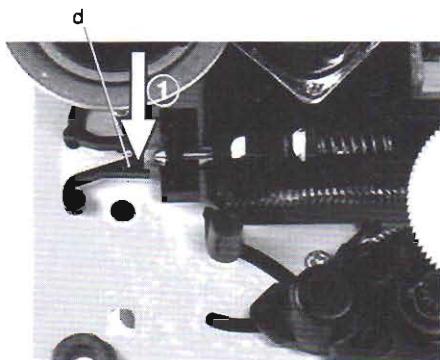

Fig. 10
- Sperre **d** vorsichtig in Pfeilrichtung **①** drücken (Fig. 10).
- Push the locking device **d** carefully in the direction of the arrow **①** (Fig. 10).